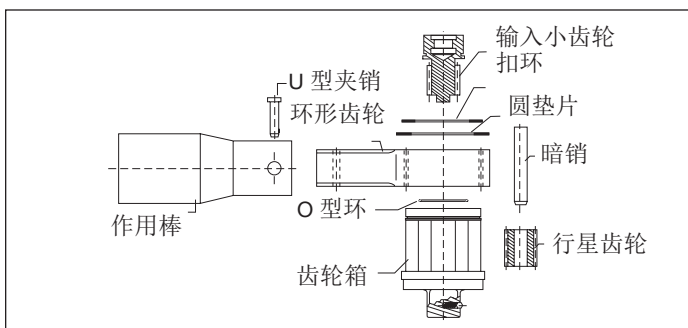

图 4
1. 从扭矩倍增器外壳的输入侧卸下扣环和圆垫片（图 4）。
3. 通过拉、扭运动，从齿轮箱上卸下输入小齿轮。使用手扳压机从行星齿轮上卸下暗销（图 4）。